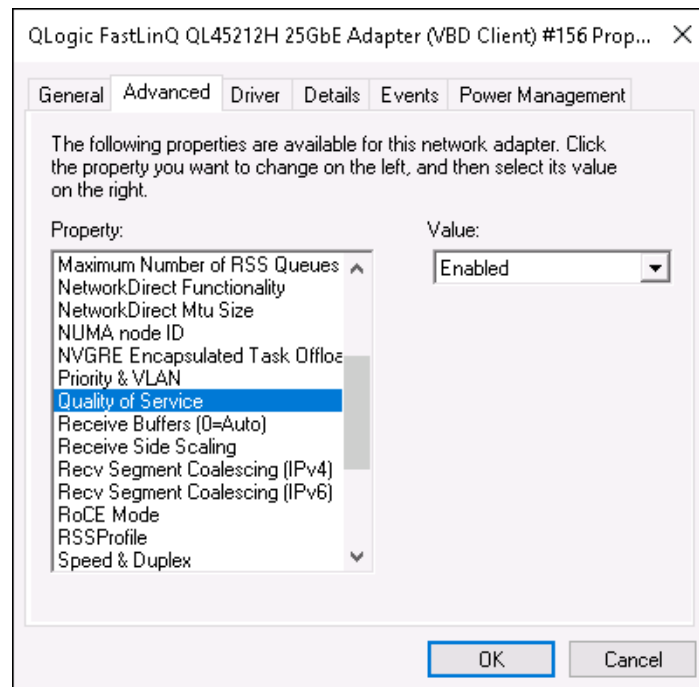

Abbildung 9-9. Erweiterte Eigenschaften: QoS aktivieren
- b. Wählen Sie auf der Seite „Advanced properties“ (Erweiterte Eigenschaften) des Adapters (Abbildung 9-9) unter **Property** (Eigenschaft) die Option **Quality of Service** (Servicequalität) aus und setzen Sie den Wert auf **Enabled** (Aktiviert).